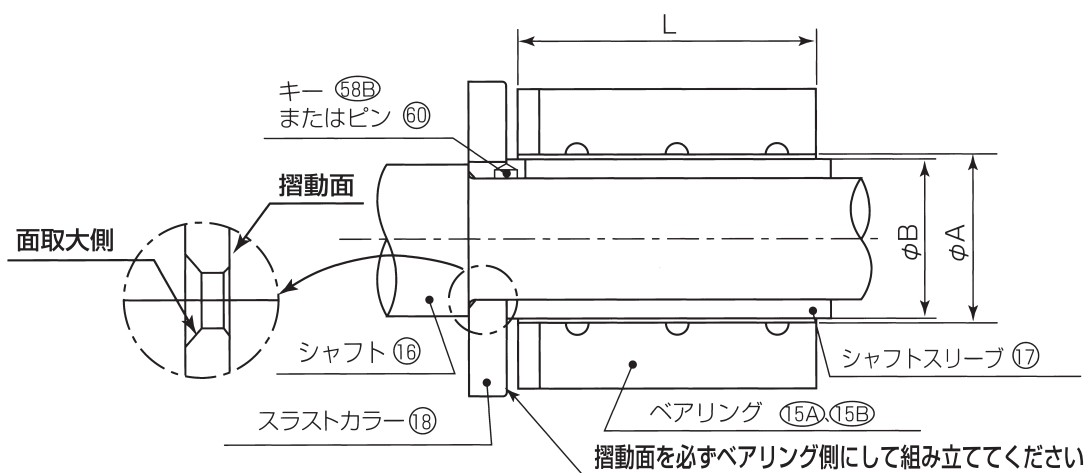

図10
- (4) 補助配管系の液も同様に排出します。
- (5) 循環パイプ(34) (F&FA形) または熱交換器ASSY (35) (B形) を取り外します。
- (6) 配管の荷重がポンプにかかっていますので、ケーシング(01)の下に適当な枕を敷いてください。
- (7) ケーシング(01)を締め付けているボルト(46B)または(46C)を取り外します。その時排出しきれなかった液が出てきますので注意してください。
- (8) ホルダ(41)とベース(40)を締め付けているボルト(46D)を取り外します。ベース(40)上をスライドさせ、ポンプ本体をケーシング(01)から引き離しガスケット(66A)を取り外します。
- (9) 図10に示す要領で g 寸法を測定し、記録します。
- (10) インペラ(02)を締め付けているボルト(46A)をロックしているロックワッシャ(57A)のつめを伸ばし、ボルト(46A)を外してインペラ(02)を抜き取ります。この時、小物部品を紛失しないよう大切に保管してください。特に調整座(56)は、そっくり束ねて保管してください。
- (11) FおよびR形はボルト(46B)を外してFBハウジング(32)を外します。その際にFBハウジング(32)のジャッキ穴を使ってゆっくりと抜き始めますと、インローが外れモータ室内の残液が出てきますので、充分注意して作業してください。
- (1) シャフトスリーブ(17)の回り止めのキー(58B)またはピン(60)を図10に示す位置に装着します。この時シャフトスリーブ(17)の噛み合い部に正しく噛み合っているか確認してください。